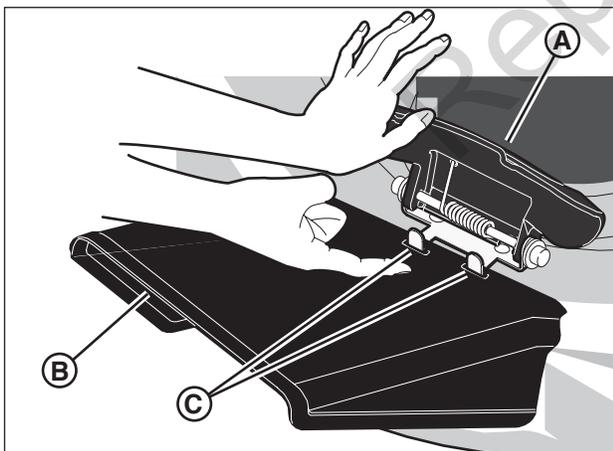

Figure 11: Installation de la goulotte de déflecteur
1. Soulever le capot de déchetage (A, Figure 11).
2. Installer le déflecteur (B) sur le plateau sous le capot de déchetage en vous assurant que les pattes de verrouillage sur le plateau (C) se logent dans les fentes du déflecteur (B).